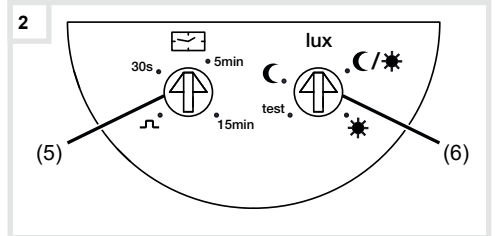

Figure 2 : éléments de réglage
- Sélectionner le mode d'essai. Pour cela, placer le potentiomètre de réglage de la luminosité de déclenchement (figure 2, 6) en position test.